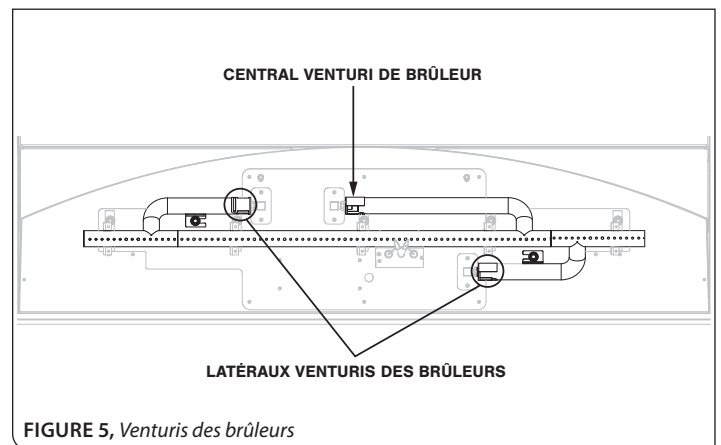

FIGURE 5, Venturis des brûleurs
Étape 1: Ajustez les venturis des brûleurs. Desserrez la vis retenant l'obturateur d'air du venturi et ajustez-le au réglage approprié. Voir FIGURE 5 et TABLEAU 2.